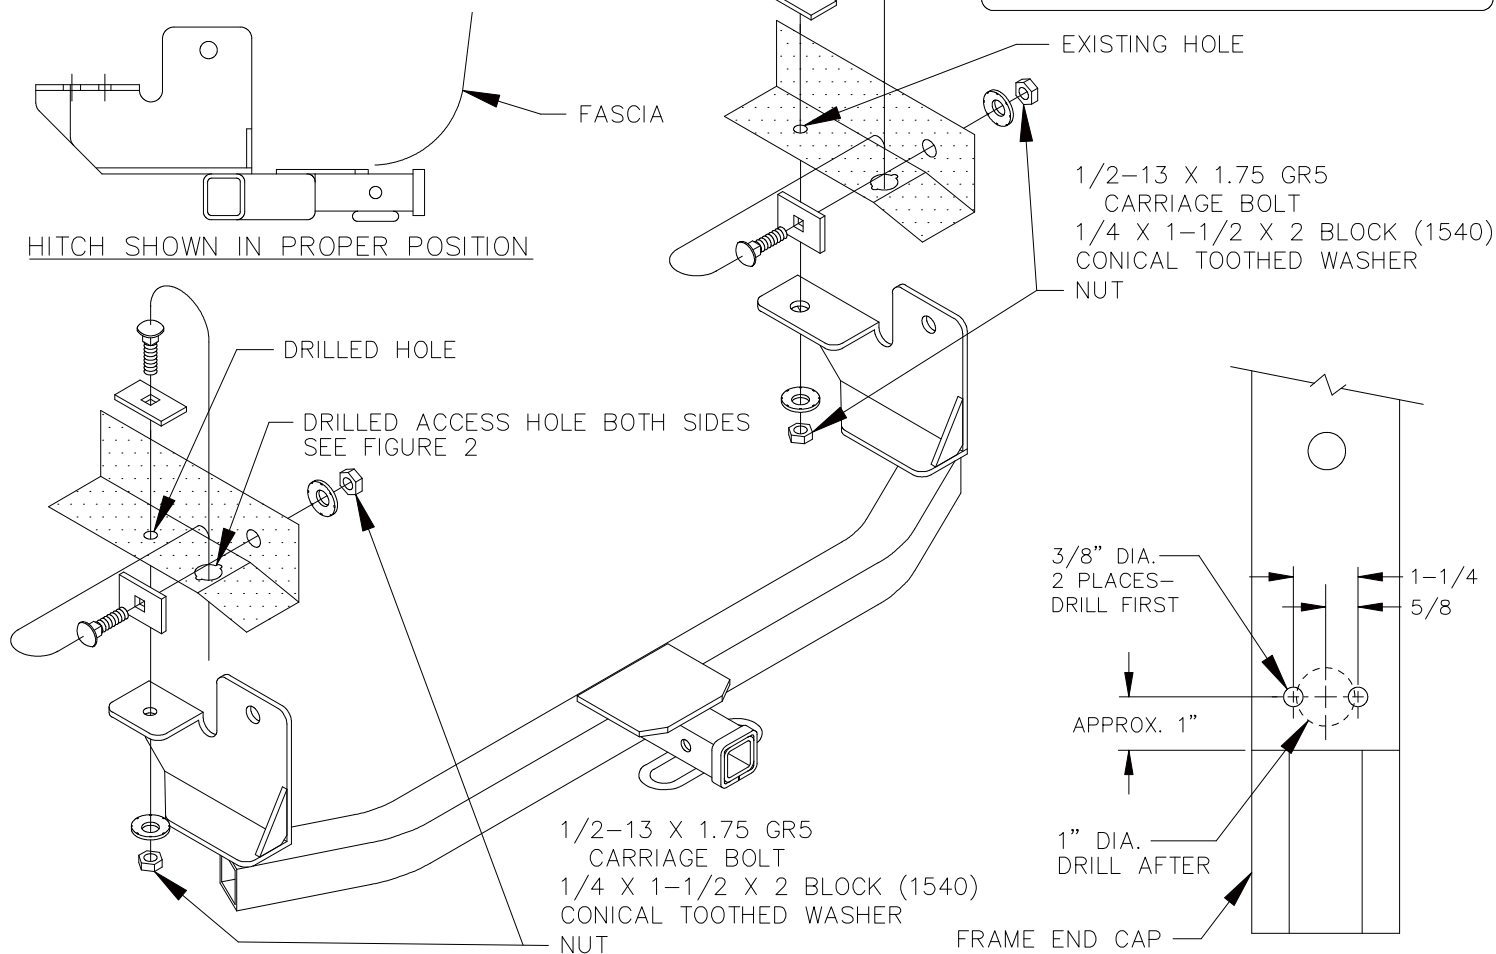

FIGURE 1
2. RAISE HITCH IN POSITION AND FISHWIRE REARMOIST FASTENERS AS SHOWN IN FIGURE 1.
4. FISHWIRE REMAINING FASTENERS AS SHOWN IN FIGURE 1.